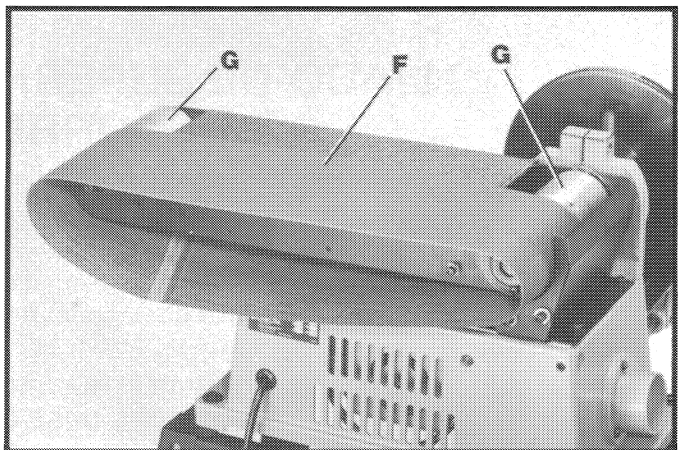

Fig. 43
5. Deslice la nueva correa de lijado de 6 x 48 pulg. (F) Fig. 43 sobre ambos tambores de lijado (G), asegurándose que la correa (F) pueda desplazarse en la dirección de la flecha situada en el interior de la correa.